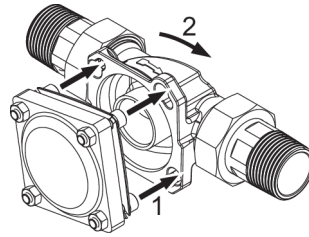
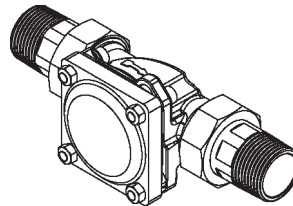

Abb. 4: Gerät ansetzen und einrasten (Befestigungsprinzip)
Abb. 5: Geräteanschluss eingearastet (Befestigungsprinzip)
1. Die Köpfe der vier Flanschschrauben durch die Bajonettbohrungen am Einbaudrehflansch stecken (siehe Abbildung 4).
2. Das Gerät im Uhrzeigersinn bis zum Anschlag drehen (siehe Abbildung 4 und Abbildung 5).